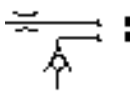

图 17.8.25 绘制直线（七）
(8) 用 **绘图** \rightarrow **直线** 命令，选取插入块中圆的象限点为起点绘制长度值为 11 的垂直直线（图 17.8.25）。